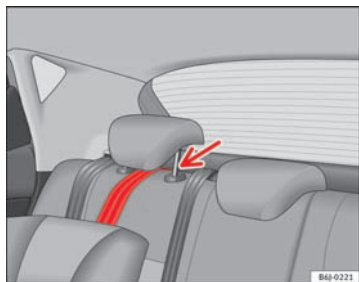

Fig. 34 Fastgørelsesrem: korrekt indstilling og korrekt montering
- Før Top Tether-fastgørelsesremmen under hovedstøtten på bagsædet → Fig. 34 (om nødvendigt skal hovedstøtten indstilles opad).